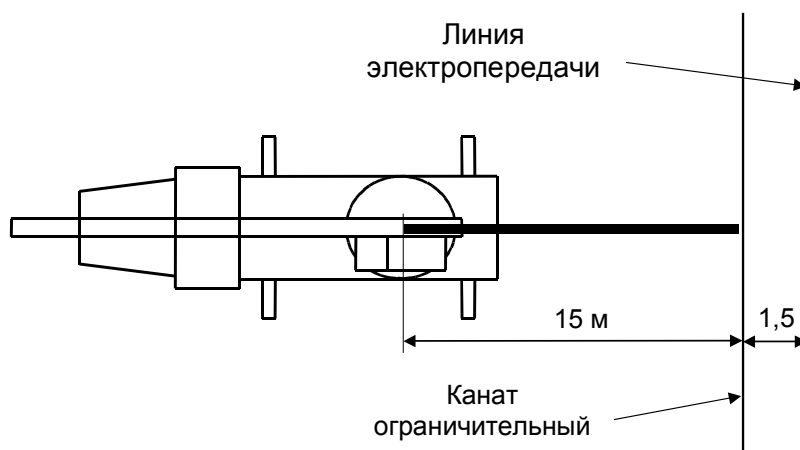

Рисунок 8 - Проверка срабатывания МЗОНа
4.3.4.2.1 Установить на площадке машину (стрела находится в транспортном положении) перпендикулярно линиям электропередачи на расстоянии  $(15 \pm 1)$  м от оси вращения крана до воображаемой вертикальной плоскости, проходящей через ограничительный канат макета ЛЭП (см. рисунок 8).